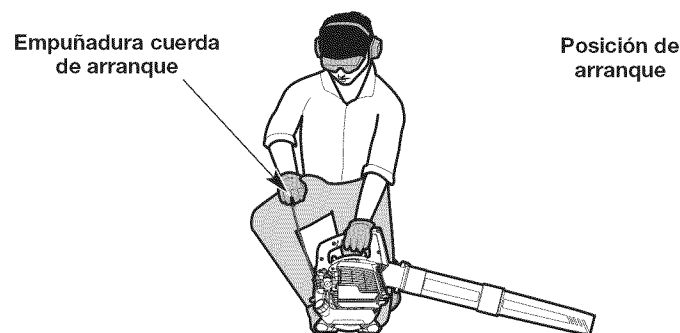

Fig. 5
ADVERTENCIA: Se debe evitar arrancar accidentalmente la unidad. A fin de evitar que se produzcan lesiones graves, el operador y la unidad deben estar en una posición estable cuando se jala la cuerda de arranque (Fig. 5).
6. **NO** apriete el control del acelerador. Agacharse en la posición de arranque (Fig. 5).